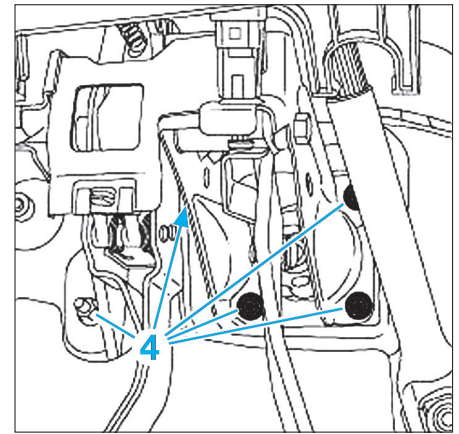

Fig. 13
- Déposer les écrous (4) (Fig.13).